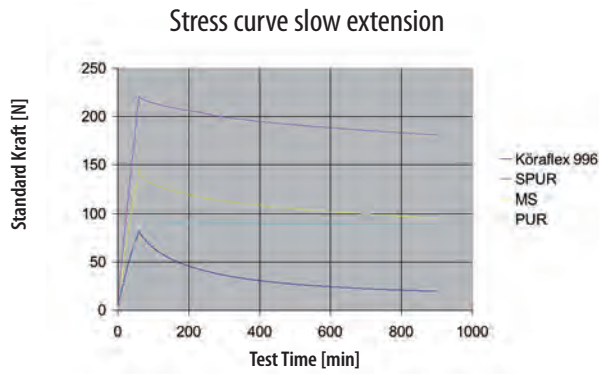

Fig.2 I test sono eseguiti con una dimensione del giunto di 10 \* 12 mm e lunghezza di 50 mm
lentamente un restringimento. Quando il ponte viene lavorato con Köraflex 996 Marine, il picco massimo della tensione (fig.2) e la deformazione costante del ponte si riducono in modo considerevole, con un evidente incremento della durata utile dei ponti in teak.
*When the deck is made with Köraflex 996 Marine the stress peaks (see Figure 2) and the constant strain on the deck is reduced considerably, thus increasing the lifetime of the teak decks significantly. Köraflex 996 Marine sets new standards for the permanent sealing of teak decks.*